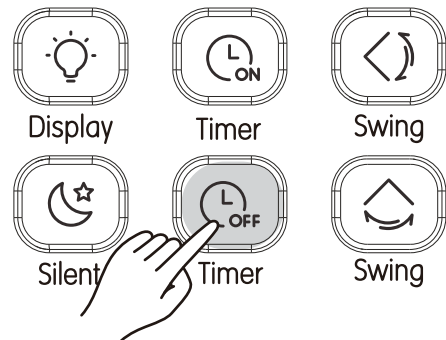

fig. 18
- Pulse  (véase "fig. 18") y el mando a distancia mostrará "Temporizador Off" y "0.0H" aparecerá en el área del temporizador. Regula ahora los ajustes del temporizador de apagado;